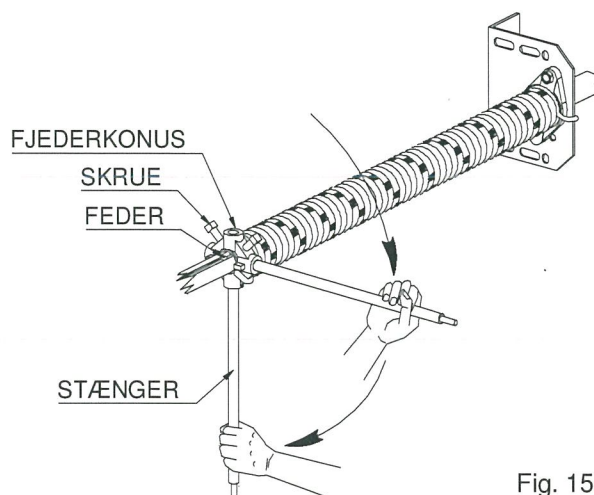

Fig. 15
- Anvend 2 stk. stænger passende i huller i fjederkonus. Se fig.15